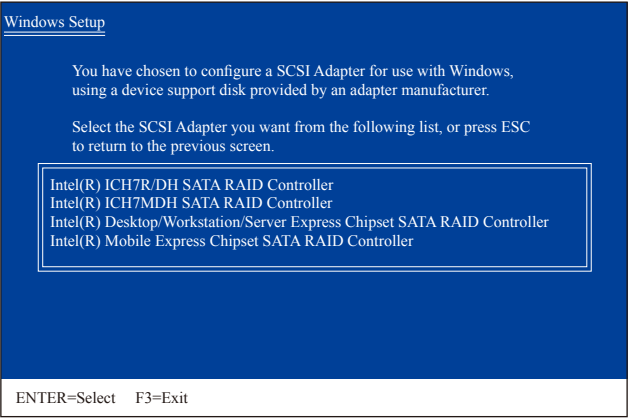

图3
放入存有SATA RAID/AHCI驱动程序的磁盘并按下<Enter>键。当如图3的画面出现时，请选择「 Intel(R) Desktop/Workstation/Server Express Chipset SATA RAID Controller 」再按<Enter>键，系统会从磁盘中下载RAID驱动程序。若设为AHCI模式，请使用键盘的上键移到「 Intel(R) Desktop/Workstation/Server Express Chipset SATA AHCI Controller 」项目再按<Enter>。